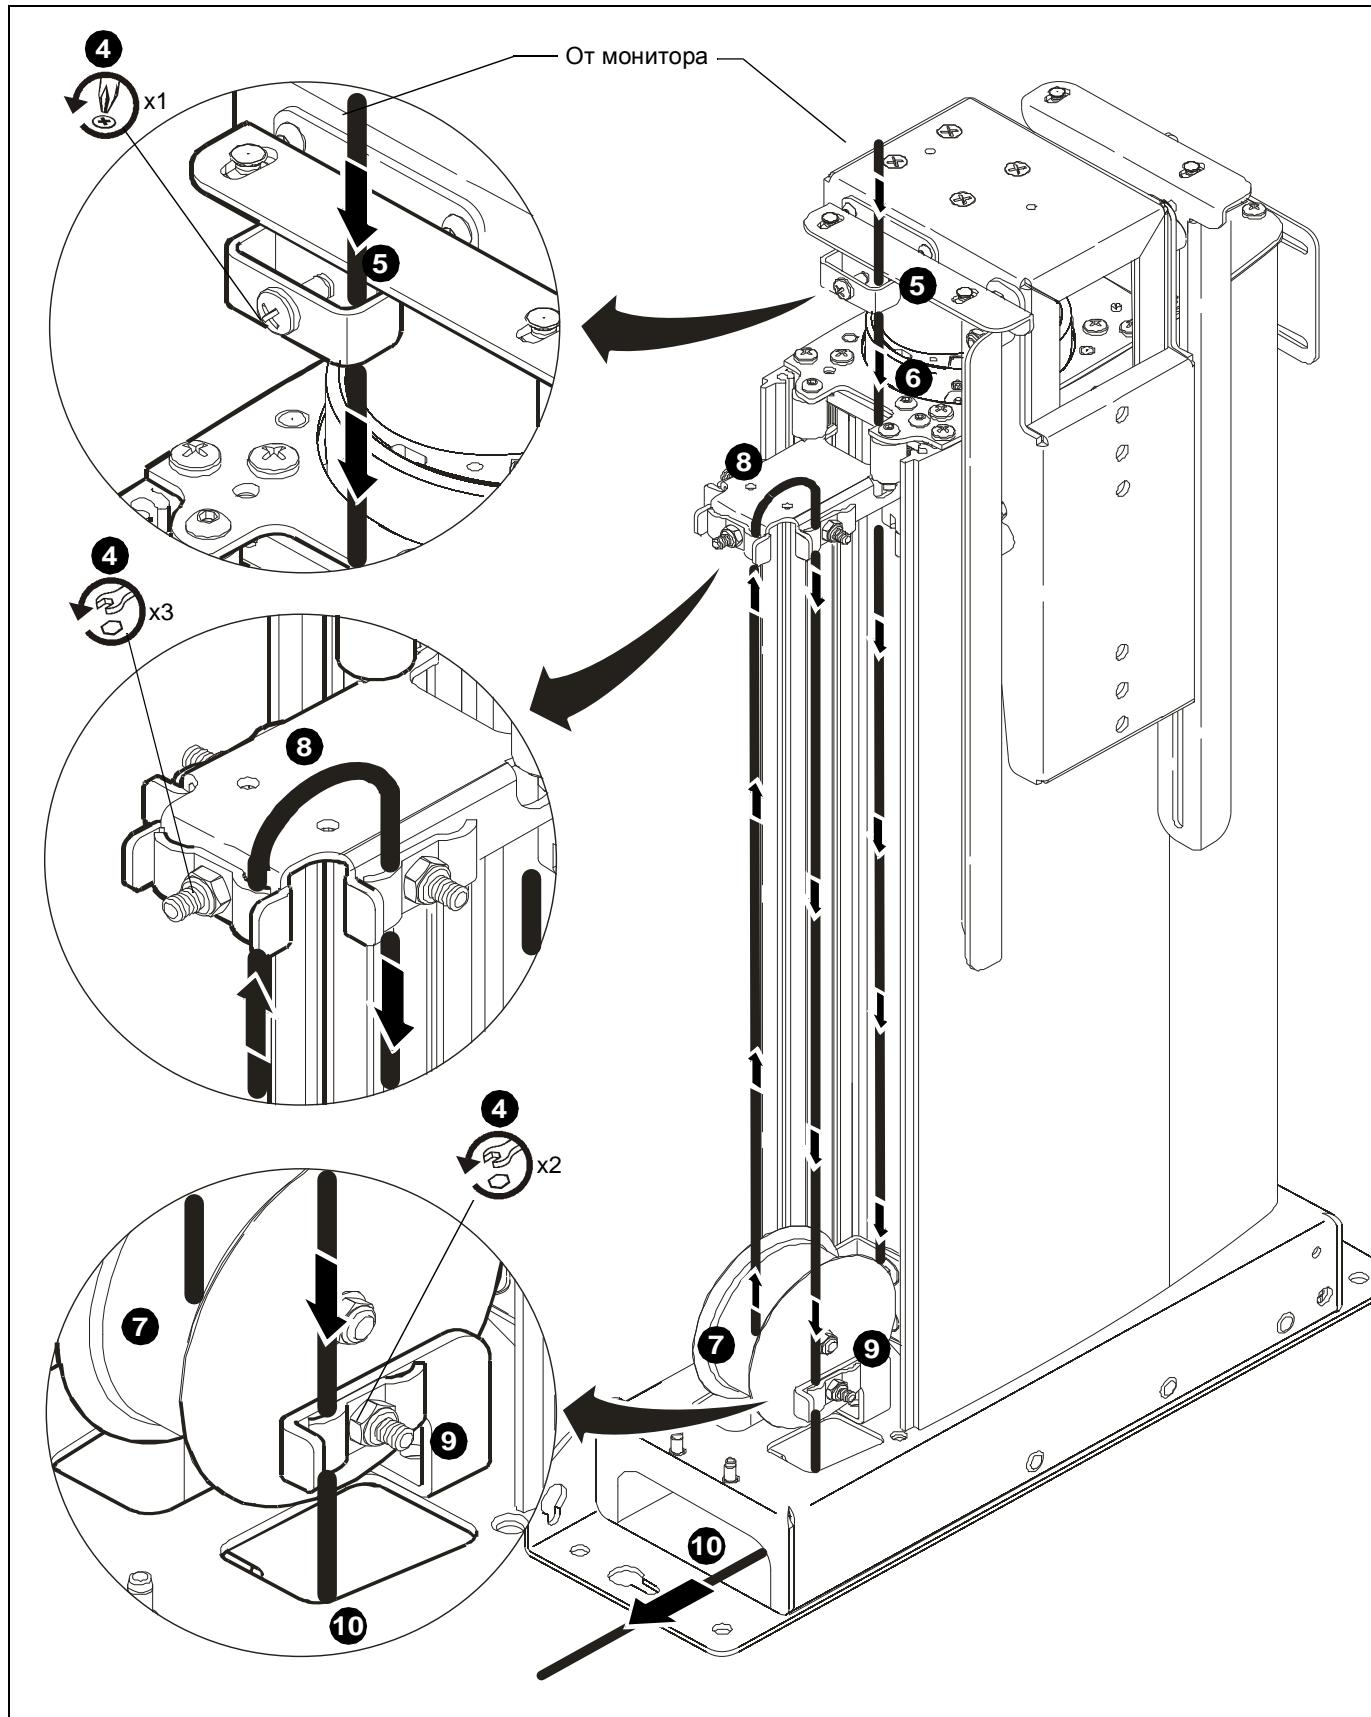
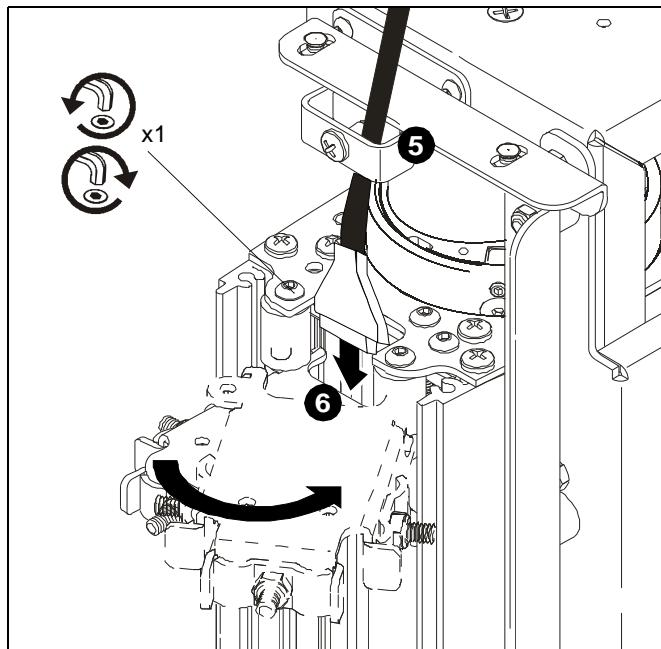

рис. 10
рис. 11
4. Ослабьте шесть зажимов кабеля. (см. рис. 10)
5. Проложите кабель вниз через верхний зажим кабеля. (см. рис. 10) и (см. рис. 11)
- Проложите кабели вниз через отверстие на задней части монтажного кронштейна среднего зажима кабеля. (см. рис. 10) и (см. рис. 11)
ПРЕДОСТЕРЕЖЕНИЕ. оборудование монтажа кронштейна НЕОБХОДИМО установить повторно и закрепить перед продолжением прокладки кабеля. (см. рис. 11)
- Проложите кабель под кабельным шкивом и вверх через передний кабельный зажим на среднем монтажном кронштейне зажима кабеля. (см. рис. 10)
- Намотайте кабель и проложите кабель вниз через боковые кабельные зажимы на среднем монтажном кронштейне зажима кабеля. (см. рис. 10)
ПРЕДОСТЕРЕЖЕНИЕ. при наматывании высота кабеля над крепежным кронштейном кабеля не должна превышать 25 мм (1 дюйм)! (см. рис. 10)
- Проложите кабели вниз через нижние зажимы кабелей. (см. рис. 10)
- Проложите кабель через отверстие доступа к кабелю в верхней части основания монтажа и отверстие доступа к кабелю на боковой части основания монтажа. (см. рис. 10)
- Начиная от верхнего кабельного зажима и перемещаясь вниз, удалите все провисания кабелей и затяните остальные зажимы кабелей. (см. рис. 10)